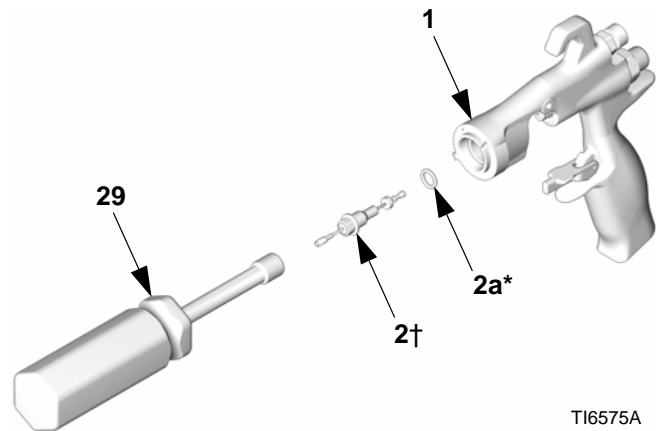

FIG. 43
5. Trä på sätet (10) på axeln (9). Kontrollera att den koniska änden på sätet vänder mot den tjockare delen på axeln. Sätt försiktigt i axeln (9) och sätet (10) i luftventilen (8*).
6. Montera de två fjädrarna (15 och 19). Skruva in fjäderlocket (11) i bakänden på pistolhuset. Dra åt till moment 20-21 N•m.
7. Fetta in o-ringarna på nålenheten lätt och axeln där tätningarna glider. Kontrollera att o-ringarna (2a*) sitter på plats i pistolhuset (1).
8. Sätt i färgnålsenheten (2) i framänden på pistolen. Använd muttern (29) för att skruva in färgnålsenheten i pistolhuset (1) och dra åt till moment 6-7 N•m. Se FIG. 43.